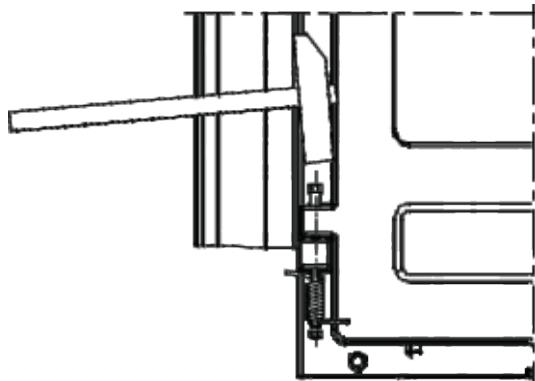

Abb. 1.
-Türe schließen, die Vorderplatte abnehmen, den Stift an dem unteren Scharnier herausnehmen, die Imbusschraube so hineingeben, dass ca. 15 mm aus dem Scharnier herausragt. Setzen Sie die Feder so auf die ein wenig überspannte Schraube, dass ein Ende in den Ofenrand einkingt. Feder halten, Schraube stampfen, auf die Schraube eine geschlossene Schraubenmutter aufsetzen (siehe Bild 1).